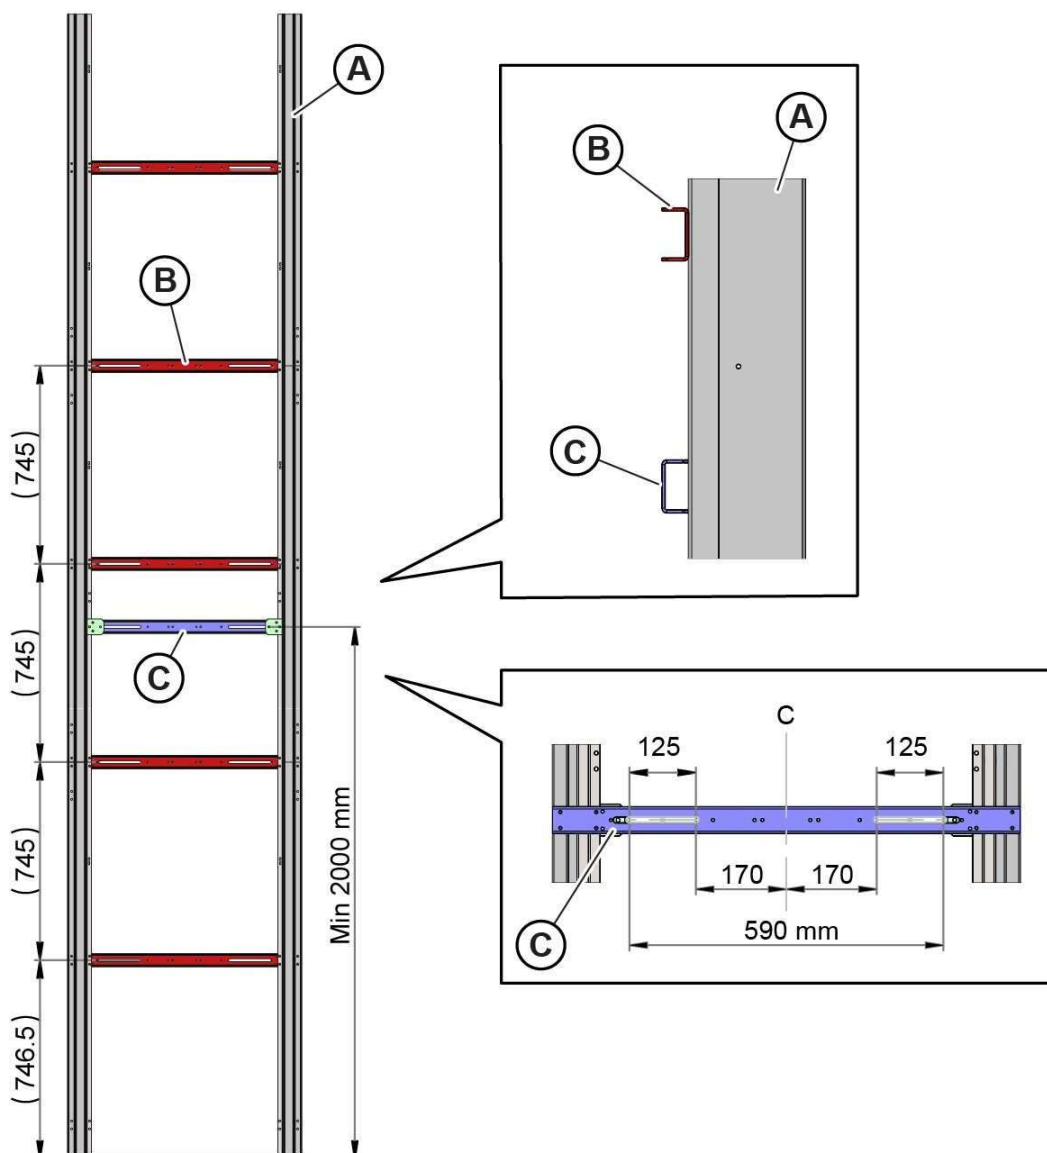

Bild 6 Positionierung von Mastabschnittsverbindungen und Wandhalterung
Die Wandhalterungen müssen entsprechend den Abmessungen des Masts (A) angebracht werden. Siehe Bild 6 *Positionierung von Mastabschnittsverbindungen und Wandhalterung*.
- Die hintere Halterung der Mastabschnitte (B) ist in Bild 6 *Positionierung von Mastabschnittsverbindungen und Wandhalterung* rot dargestellt.
- Die hintere Halterung, die als Wandhalterung (C) zu verwenden ist, ist in Bild 6 *Positionierung von Mastabschnittsverbindungen und Wandhalterung* blau dargestellt. Die Position der Wandbefestigungsschrauben ist über die Länge der Schlitzes (125 mm) flexibel. Die Wandhalterung(en) sind in der Höhe variabel.